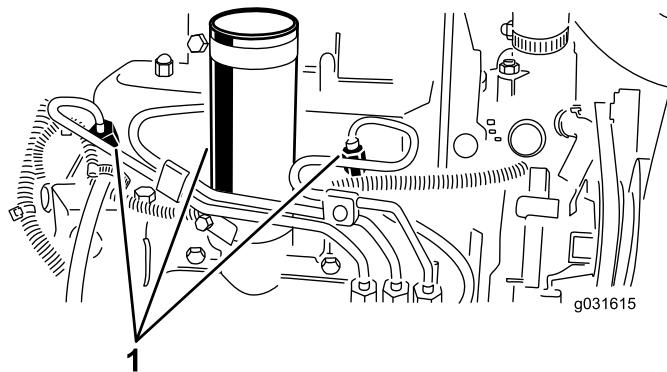

図 54
1. 燃料噴射ポンプの No.1インジェクタノズル図 54へのパイプ接続部をゆるめる。